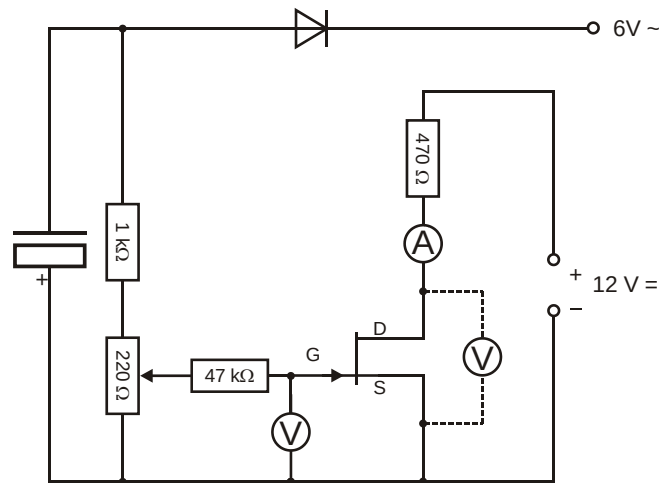
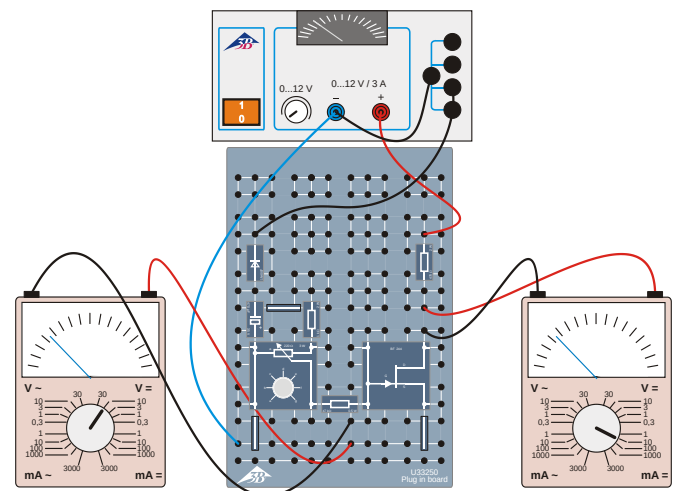

Fig. 2: Schaltskizze.
Fig. 3: Spannungsmessgerät zwischen Gate und Source.
- Die Schaltung gemäß Fig. 2 bzw. Fig. 3 aufbauen. Auf die richtige Polung von Si-Diode und Kondensator achten.
- Das Analog-Multimeter für die Spannungsmessung zunächst zwischen Gate und Source anschließen, Minuspol an Gate (Fig 3).